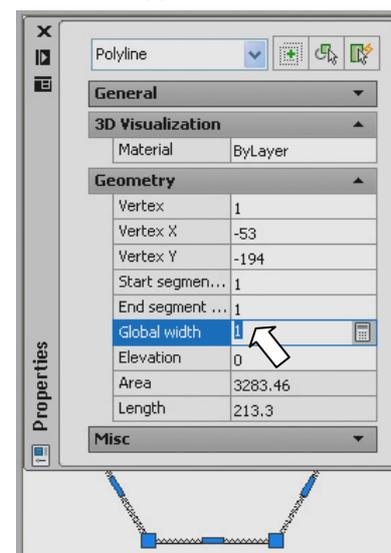
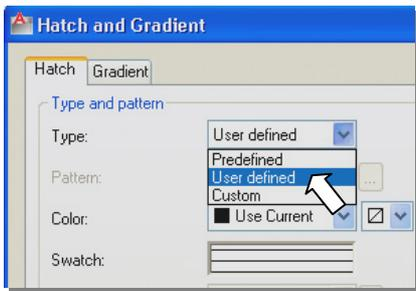

Рис. 7.21. Изменение толщины полилинии в палитре **Properties**
Рис. 7.32. Выбор опции **User defined**
Толщину полилинии удобно изменять с помощью палитры свойств **Properties**, вводя новое значение **Global width** (рис. 7.21).
2. Щелкните кнопку **HATCH** (ШТРИХОВКА) на панели инструментов **Draw** (Рисование). В появившемся диалоговом окне **Hatch and Gradient** (Штриховка и градиентная заливка) (см. рис. 7.21), выберите из раскрывающегося списка **Type** (Тип) опцию **User defined** (Пользовательский тип) (рис. 7.32).